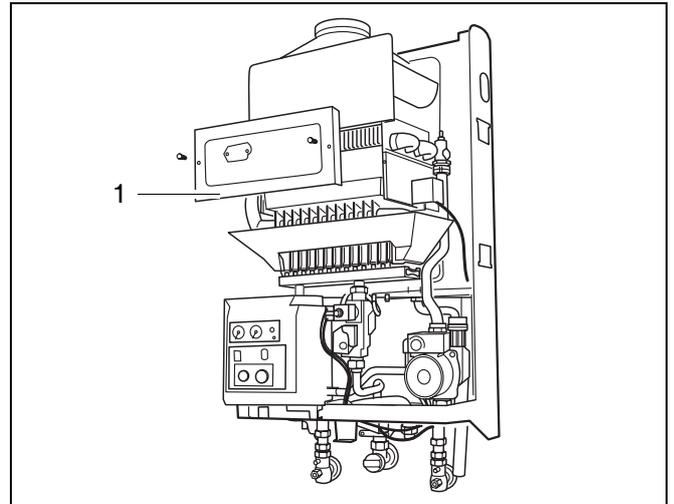

Fig. 44 Togliere la copertura del bruciatore
- Togliere la piastra radiante (fig. 44, pos. 1).